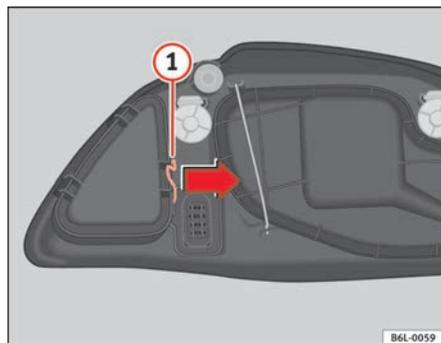

Fig. 156 Feu clignotant
- Déplacez le tirant (1) ⇒ fig. 156 dans le sens de la flèche puis retirez le cache.